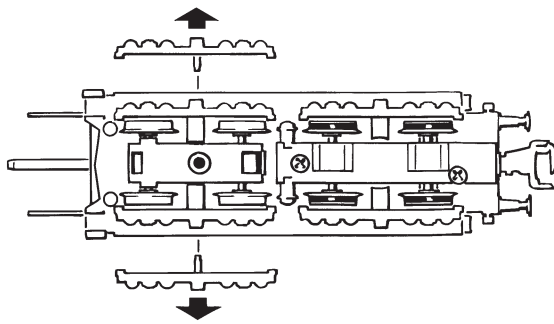

Fig. 12
**1. Reinigung der Radstromkontakte:** Radstromkontakte können auf unsauberen Schienen leicht verschmutzen. Bitte **entfernen Sie vorsichtig** mit einem kleinen Pinsel **den Schmutz** an den in Fig. 12 gekennzeichneten Stellen. Dazu das Lokgehäuse (Fig. 8) bzw. die Drehgestellblenden abnehmen (Fig. 11).
Les lames de contact risquent de s'encrasser rapidement sur des voies poussiéreuses. Veuillez **enlever la poussière** aux endroits marqués à la fig. 12 à l'aide d'un petit pinceau souple après avoir démonté la caisse de la locomotive ou le couvercle du carter des engrenages du tender (fig. 8, fig. 11).
Wielcontacten kunnen op verontreinigde rails gemakkelijk vuil worden. Verwijder met een kleine kwast voorzichtig het vuil op de in fig. 12 gemarkeerde plaatsen. Hiervoor dienen de locomotiefkast (fig. 8) resp. de draaistelafdekkingen (fig. 11) te worden verwijderd.